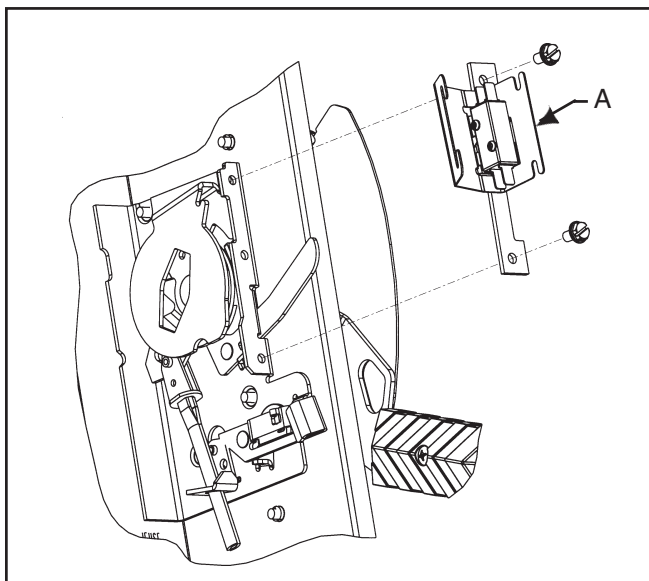

Fig. 1
3. Placer l'interrupteur auxiliaire au-dessus du carter du mécanisme comme le montre la fig. 1.
6. Fermer l'interrupteur auxiliaire et y fixer le blindage électrique au moyen des pattes d'attache (article A, fig. 1). Refermer les pattes et acheminer les conducteurs de manière à éviter tout court-circuit accidentel à la terre.